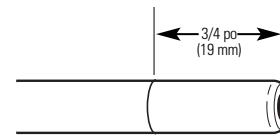

Fig. 6
1. Mesurez 3/4 po à partir de chaque extrémité de chaque morceau restant de tuyau (extrémité du robinet et extrémité d'entrée d'eau) et marquez avec un crayon (Fig. 6). (Vérifiez que le tuyau soit bien rond, lisse, bien coupé, avec des bords vifs. Il peut être nécessaire de recuter le tuyau.)